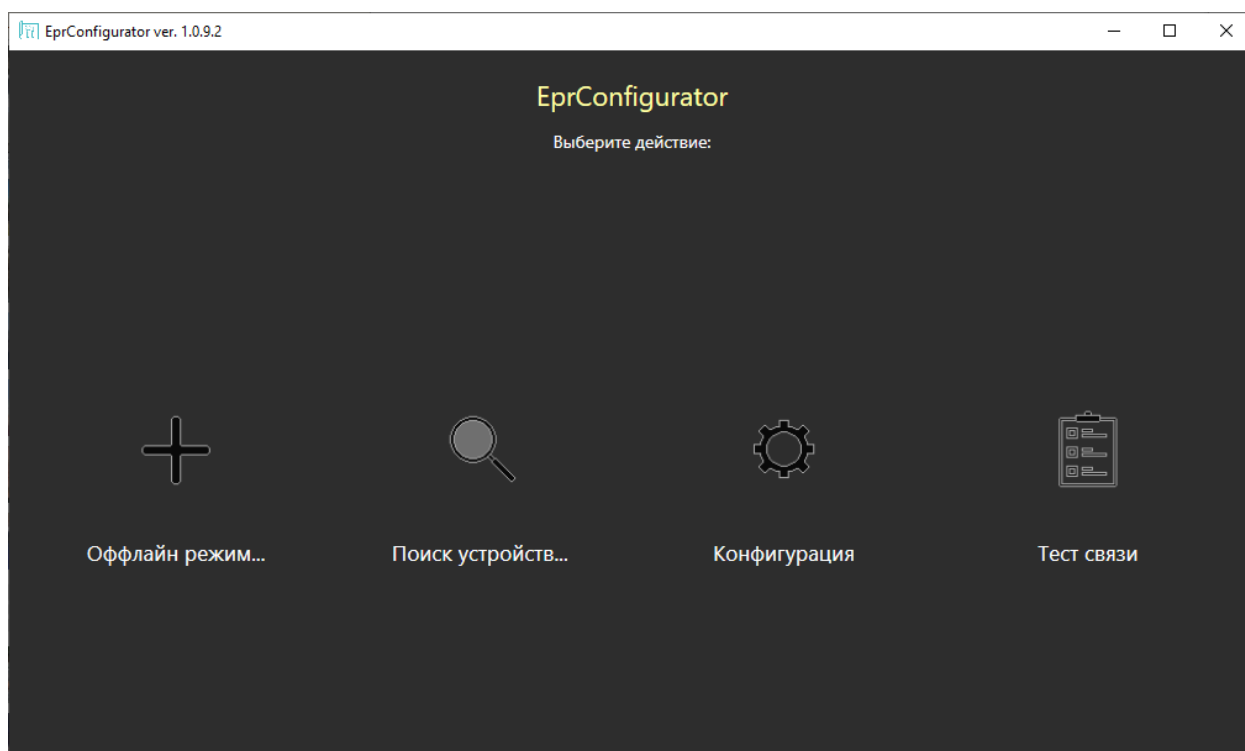
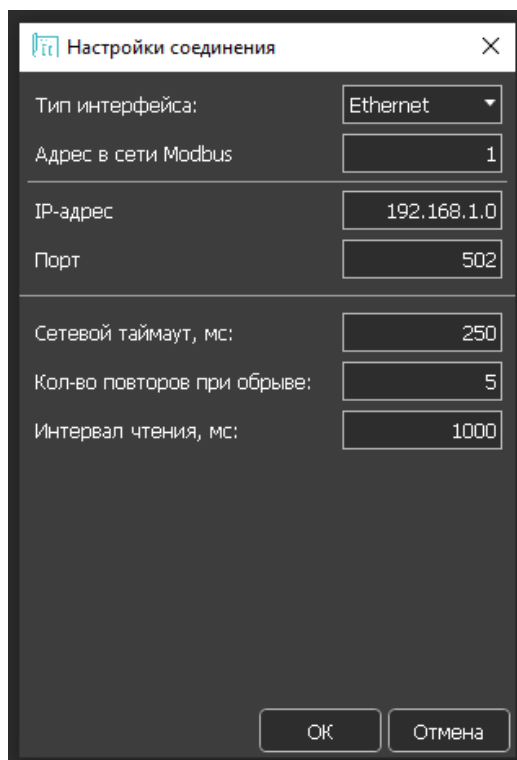

Рисунок 1 – Выбор настройки «Конфигурация»
Рисунок 2 – Указание параметров для подключения по USB-C/RS-485 или Ethernet
2. В программе «EprConfigurator» нажав кнопку «Конфигурация» (рис. 1) выбрать тип интерфейса, используемого для подключения к ПК и ввести параметры интерфейса для подключения к модулю (рис. 2).